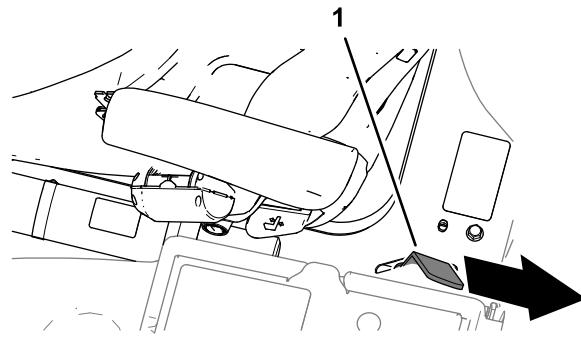

Figura 44
3. Abbassate completamente la piattaforma e spostate la maniglia di fermo verso la parte posteriore della macchina fino a quando il fermo non si innesta completamente sulla barra di bloccaggio (Figura 44).